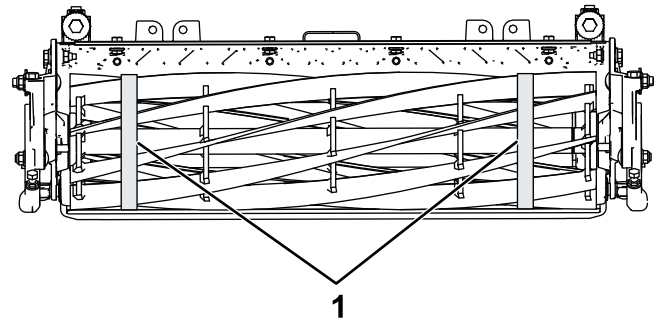

Figura 41
3. Con un nastro per la misurazione del diametro, misurate il diametro esterno del cilindro a entrambe le estremità (Figura 41); la differenza del diametro esterno tra le estremità dovrà essere inferiore a 0,250 mm. Se la differenza è maggiore, eseguire la molatura per correggere la differenza.